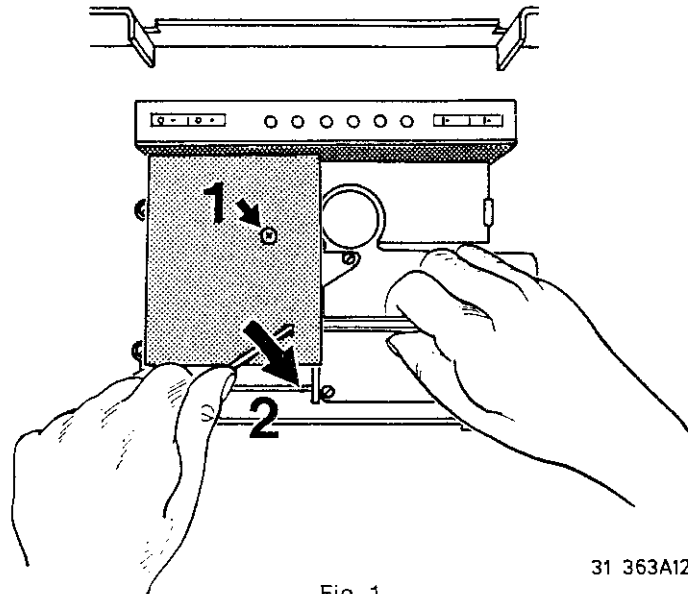

Fig. 1
I. Platine magnétophone (Fig. 1, 2)
I. Recorderprint (Fig. 1, 2)
I. Recorder-Printplatte (Bild 1 und 2)
I. Circuito stampato del registratore (Fig. 1, 2)